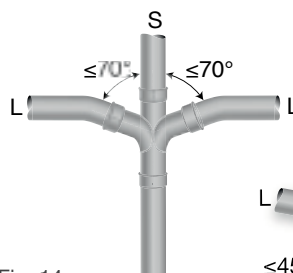

Fig. 14
- Liggande ledningar (L) som ska anslutas från motsatt håll till samma stående ledning (S) med dubbelgrenrör ska anslutas med vinkel $\alpha \leq 70^\circ$. Se fig. 14.